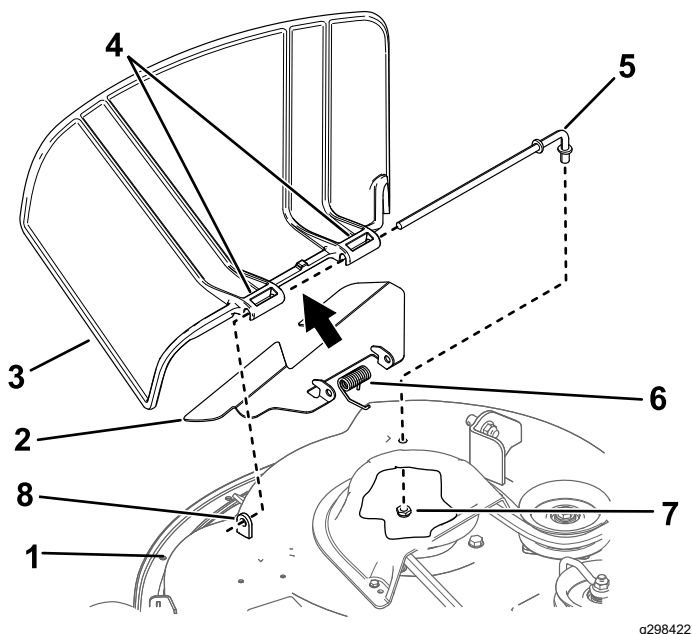

Figura 74
- Îndepărtai piulă ($\frac{3}{8}$ ") de la tija de sub maina de tuns iarba (Figura 74).
2. Glisai tija în afara distanțierului scurt, arcului i a pivotului pentru iarba (Figura 74).
4. Montați deflectorul pentru iarba nou (Figura 74).
7. Glisai tija prin cel de-al doilea pivot al deflectorului pentru iarba (Figura 74).
9. Fixați capătul din spate al tije la maina de tuns iarba cu o piuliță (3/8") aa cum se arată în Figura 74.